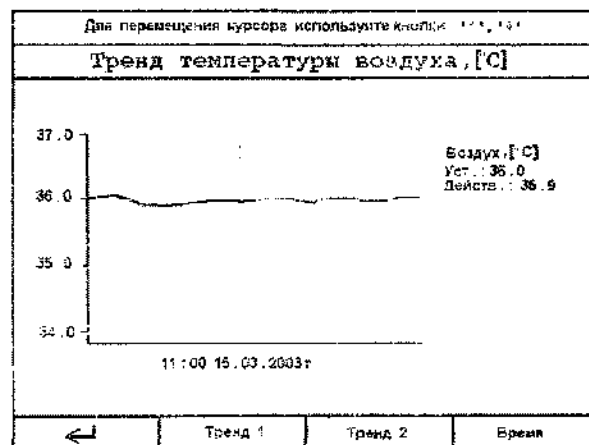

Рисунок 2.4.22 – Режим анализа тренда
- нажать кнопку «Ок» для фиксирования выбранной величины и перехода в режим показа тренда (см. рисунок 2.4.22).
Примечание – Если в режиме выбора времени тренда в течение 1 мин не будет произведено каких-либо действий, то система автоматически уходит в режим показа тренда (см. рисунок 2.4.22).